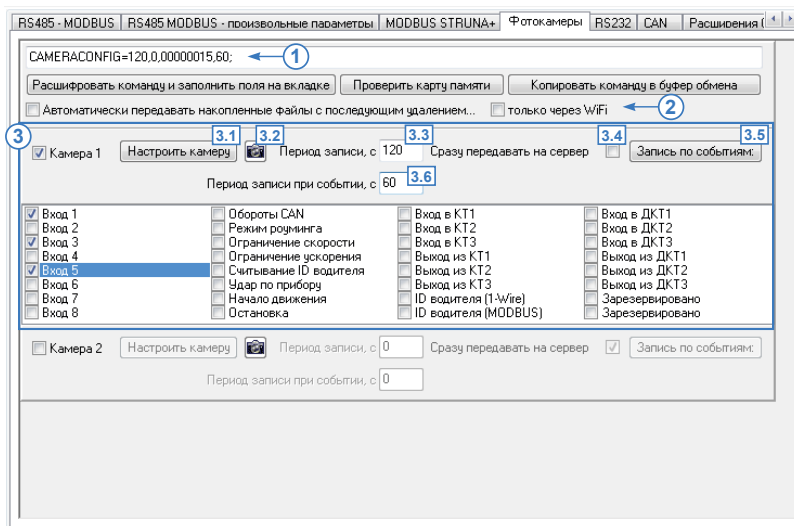

Рис.44. Вкладка «Фотокамеры».
- установить сетевой адрес камеры. Для этого – нажать кнопку «Настроить камеру» (**Рис.44, п. 3.1**). Камере автоматически будет присвоен адрес, соответствующий ее порядковому номеру: Камере 1 будет присвоен адрес 1, Камере 2 – адрес 2 и т. д.
- удостовериться, что камере присвоен нужный адрес, можно сделав пробный снимок. Для того чтобы сделать пробный снимок, необходимо нажать кнопку «Сделать снимок» (**Рис.44, п. 3.2**). Снимок будет записан в дополнительную память прибора «АвтоГРАФ». Статус выполнения отображается в окне состояния программы.
- в поле «Период записи, с» (**Рис.44, п. 3.3**) задать период, с которым прибор будет записывать снимки с камер. Период следует задавать в секундах.
- включить опцию «Сразу передавать на сервер», если необходимо передавать снимки на сервер, сразу после получения с камеры (**Рис.44, п. 3.4**).
- настроить запись фотоснимков по событиям, если необходимо. Снимки могут выполняться по запрограммированным событиям бортового контроллера. Для этого необходимо нажать кнопку «Запись по событиям» (**Рис.44, п. 3.5**), затем в появившемся списке событий прибора выбрать события, инициирующие принудительную запись снимка с настраиваемой камеры.
- в поле «Период записи при событии, с» (**Рис.44, п. 3.6**) задать отдельный период записи фотоснимков при событии. Период следует задавать в секундах. Запись фотоснимков, пока событию выполняется, может осуществляться как чаще, так и реже. Если не требуется изменять период записи во время события, необходимо задать значение, равное «Периоду записи» (**Рис.44, п. 3.3**).